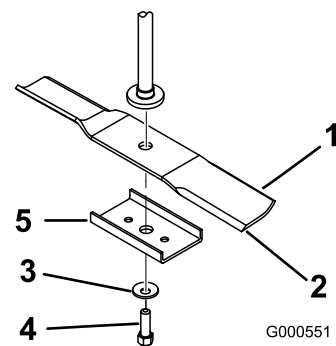

Figure 52
Tenez la lame par son extrémité avec un chiffon ou un gant épais. Enlevez le boulon, la rondelle bombée, le renfort (modèles de 107 cm [42 po] uniquement) et la lame de l'axe (Figure 52).
1. Placez la lame sur l'axe (Figure 52).
- Montez le renfort (modèles de 107 cm [42 po] uniquement), la rondelle bombée (face concave vers la lame) et le boulon de lame (Figure 52).